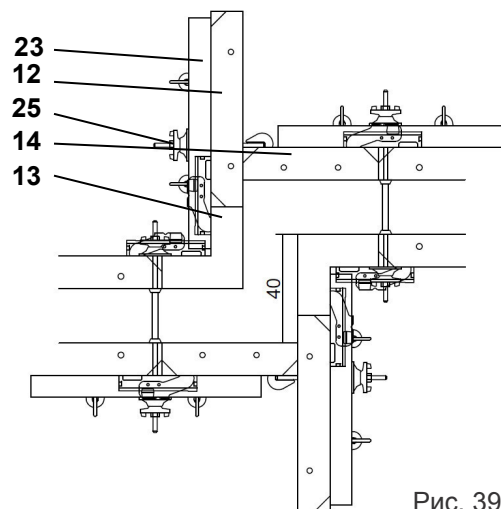

Рис. 39
- Элемент TR/MR 50 (14)
- Многоцелевой элемент TRIO TRM/MR 72 (12)
- Угол TRIO TE/MR (13)
- Выравнивающий ригель TAR 85 (23)
- Торцевой тяж TS (25)
- (Рис. 39)